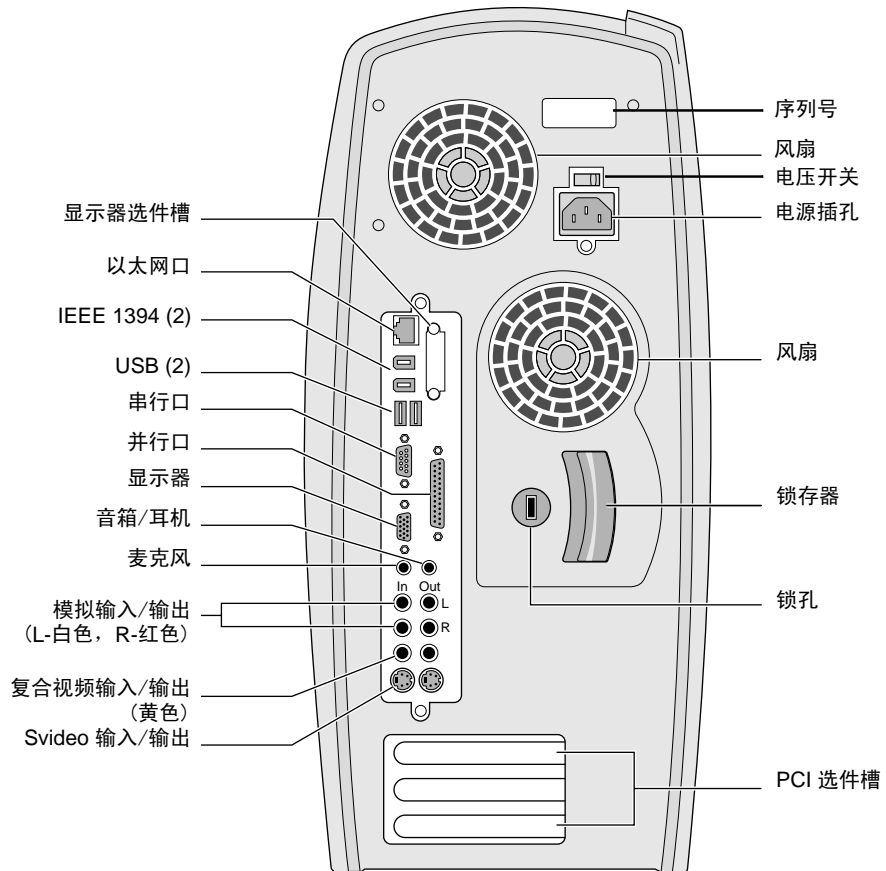

图 1-2 系统背面示意图
拆包查验过各个组件后，即可安装系统。请参阅 Silicon Graphics 320 工作站附带的安装彩页，或彩页后所附说明。另外，请对照图 1-2，熟悉系统背面各个端口。
7. 连接其它外部设备，如打印机，调制解调器或扬声器。请对照图 1-2 找到相应端口。